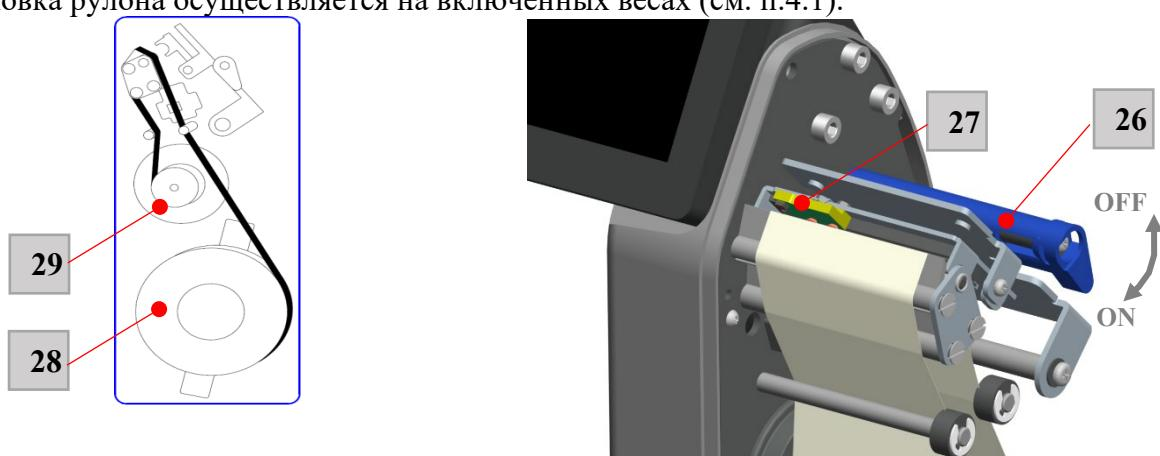

Рисунок 5 – Схема установки рулона этикеток
При расположении весов старайтесь избегать попадания прямых солнечных лучей на сенсорный экран [1] и датчик отрыва этикетки [27] (см. рис. 5).
- откройте крышку печатающего устройства [12] (на рис.5 не показана);
- наденьте рулон на держатель [28] и протяните конец ленты через лентопротяжный механизм и принтер согласно схеме (см. рис. 5);